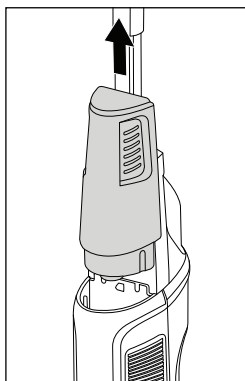

Fig. 6
- ▶  Utilize apenas água canalizada fria ou quente (até, no máx., 60 °C) ou água destilada para encher o reservatório de água limpa ❶. Não utilize água a ferver.
- ▶ Nunca utilize o aparelho sem água no reservatório de água limpa ❶.
- ♦ Agarre o reservatório de água limpa ❶ pelos sulcos laterais e puxe-o para cima, para o retirar do aparelho (ver fig. 6).